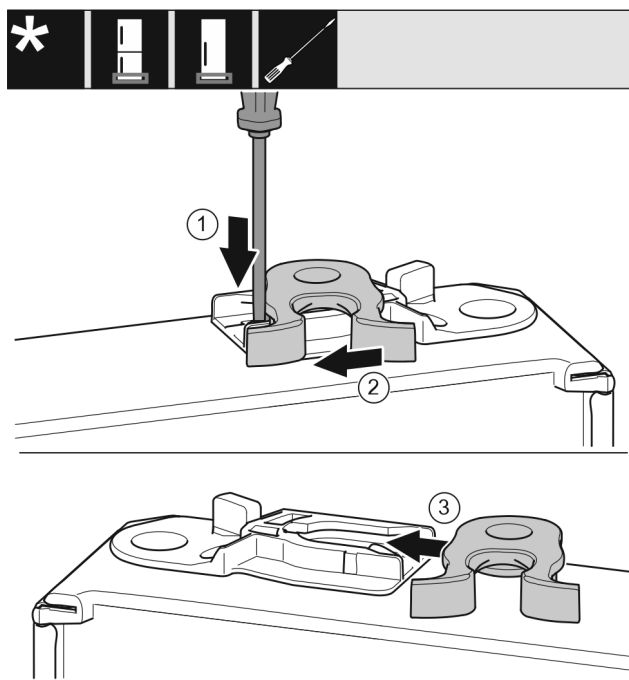

Fig. 15
- 用带槽螺丝刀向下按住接片。 Fig. 15 (1)
- 将锁钩从导向装置拉出。 Fig. 15 (2)
- 将另一侧的锁钩推入导向装置。 Fig. 15 (3)